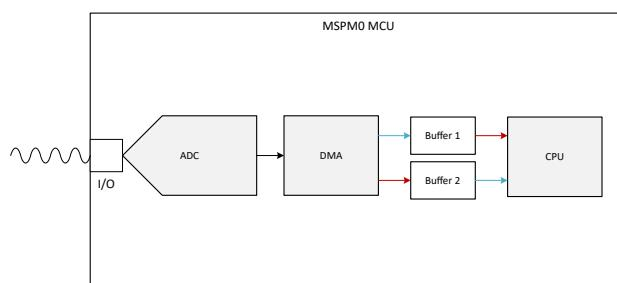

图 5. 子系统功能方框图
**用于 ADC 的 DMA 乒乓**示例演示了如何使用 DMA 在两个不同的缓冲区之间传输 ADC 数据，这也称为 DMA 乒乓。DMA 乒乓通常用于将数据传输到一个缓冲器，同时 CPU 使用另一个缓冲器。图 5 中的蓝色路径显示，DMA 将数据传输到缓冲区 1，CPU 从缓冲区 2 获取数据。当路径切换时，DMA 将数据传输到缓冲区 2，CPU 从缓冲区 1 获取数据。这种技术的好处是整个应用程序的运行时更短，因为 CPU 在任何时候都可以自由地对一部分数据进行操作。在该示例中，ADC 配置为单次转换模式，DMA 和 CPU 在每次转换后在缓冲区之间切换。